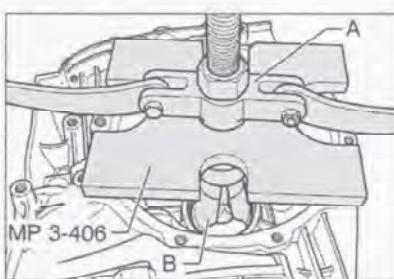

Рис. 7.134. Извлечение наружной обоймы роликоподшипника в картере.
1. Выпрессуйте наружную обойму правого роликоподшипника с помощью приспособления Kukko 22/2 (A) и съемника Kukko 21/7 (B) (рис. 7.134). Проверьте отсутствие повреждений регулировочной шайбы.